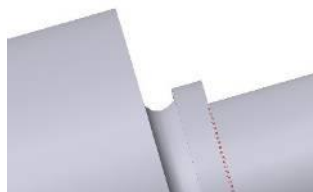

Рис. 9.5. Операция скругления
9. В окне модели система построит изображение канавки. Скруглите ребро на дне канавки радиусом 2 мм с помощью команды «**Скругление**»  (рис. 9.5).